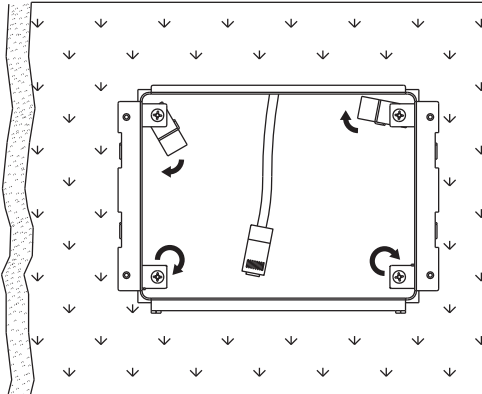

Figure 3
- b) Tourner les agrafes dans le sens horaire de façon à ce qu'elles s'agrippent et s'enclenchent à l'arrière de la paroi murale (figure 3).